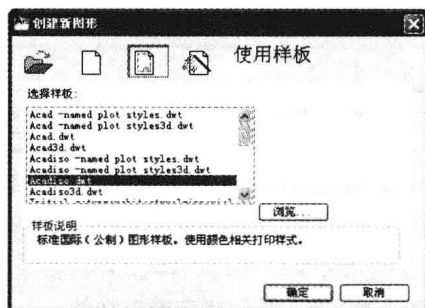

图1-6 “创建新图形”对话框
③ 单击“快速访问”工具栏上的“新建”按钮，即可打开“创建新图形”对话框，在其中单击“使用样板”按钮，在“选择样板”列表中选择系统自带的样板，如图 1-6 所示。